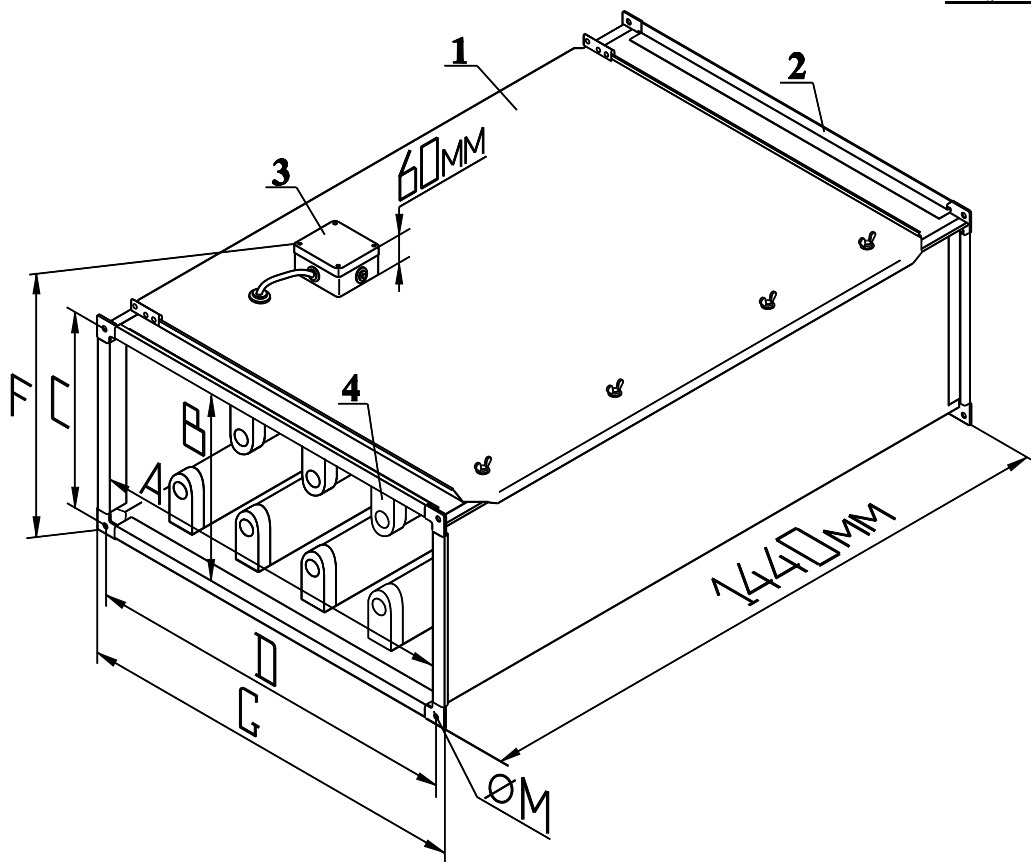

Рисунок 1
5.4. Запрещается открывать крышку (рис.1, поз.1) при включенных лампах-облучателях, и производить какие-либо работы на секции при подключенном напряжении питания.
Проходное сечение – Рис.1: размер А (см) – В (см) Суммарный бактерицидный поток (Вт)